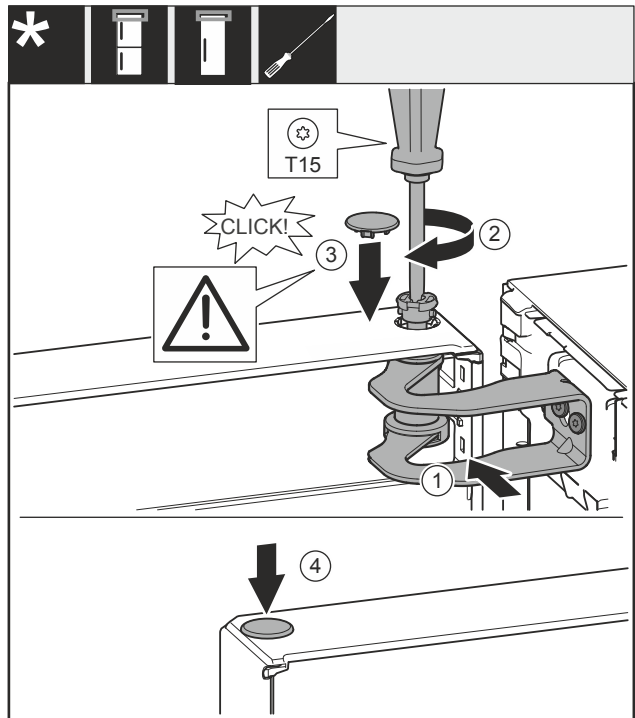

Fig. 35
- Tür zur Öffnung im Lagerbock Fig. 35 (1) ausrichten.
- Bolzen Fig. 35 (2) einsetzen und mit Schraubendreher festschrauben.
- Abdeckung Fig. 35 (3) einsetzen.
- Kontrollieren, dass die Abdeckung Fig. 35 (3) auf der Tür aufliegt.
- Abdeckung Fig. 35 (4) einsetzen.